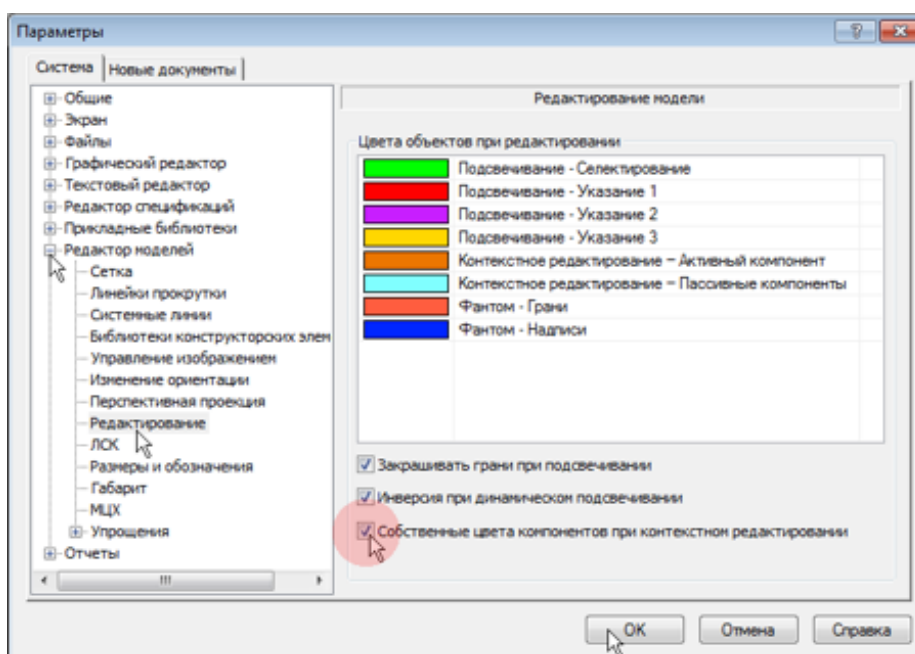

Рисунок 3.
- В правой части окна Параметры включите опцию Собственные цвета компонентов при контекстном редактировании (рис. 3)